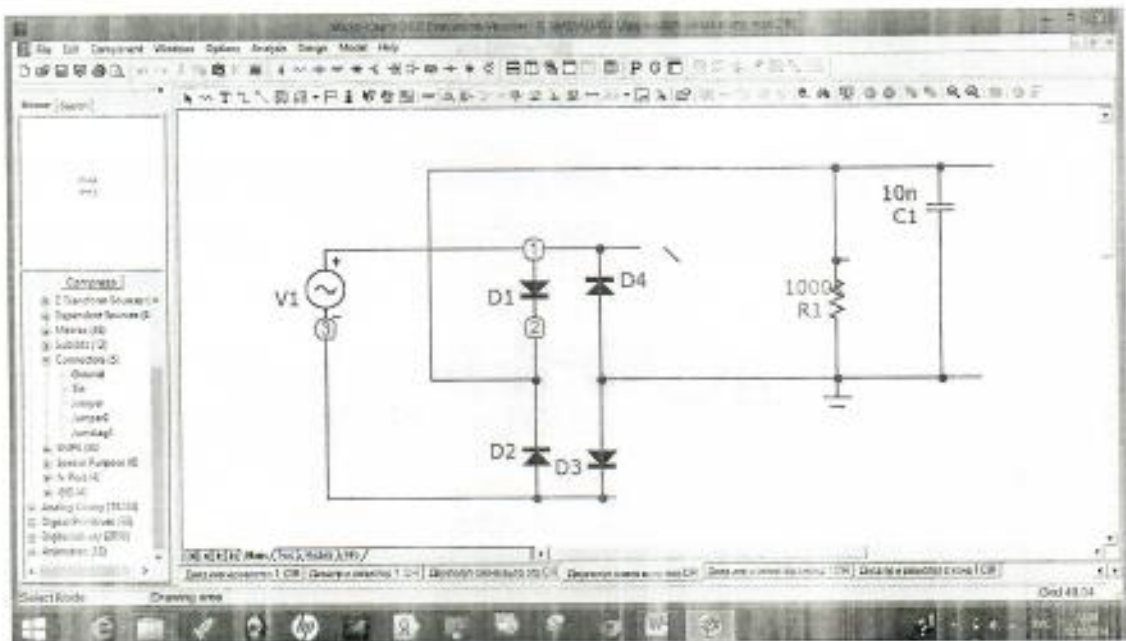

Рис.7.16. Двухполупериодная схема выпрямления синусоидального напряжения в постоянное напряжение положительной полярности
16. Поместить в рабочее поле экрана из папки DATA двухполупериодную схему выпрямления синусоидального напряжения в постоянное напряжение положительной полярности **ДВУХПОЛУП СХЕМА ВЫПР ПОЛ** (рис.7.16). Вывести на печать.